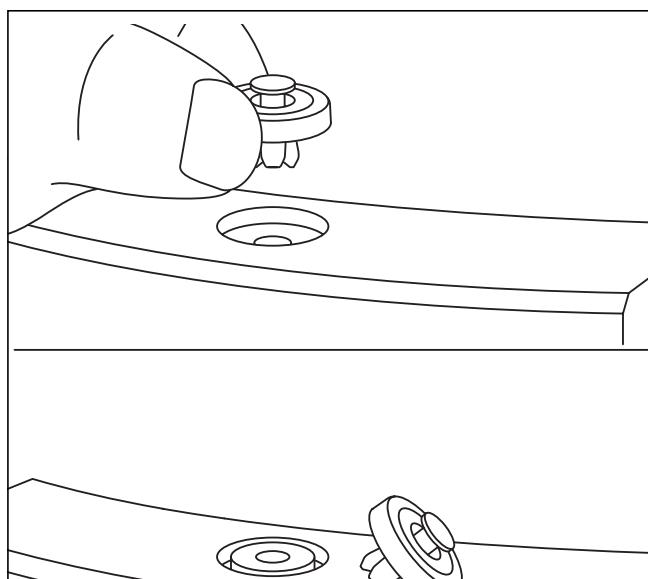

Fig. 8.7 Allentamento della chiusura a molla
- Esercitare pressione sulla molla situata sotto il foro, ad esempio con un cacciavite (vedere fig. 8.7). Il questo modo il pannello viene sbloccato e spinto fuori.
- Esercitare pressione sulla molla situata sotto il foro, ad esempio con un cacciavite (vedere fig. 8.7).